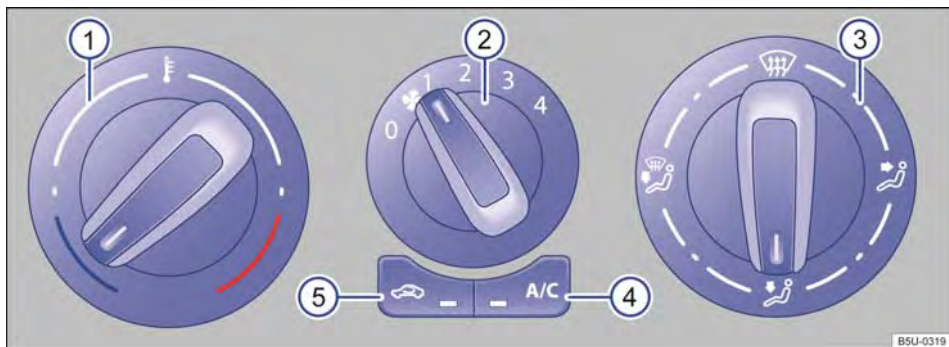

Fig. 80 Comandos do ar-condicionado.
- *Ar-condicionado*: girar o regulador do ventilador para o nível 0 → Fig. 80 (2).
- *Ar-condicionado*: girar o regulador rotativo esquerdo → Fig. 80 (1) para regular a respectiva temperatura.
- *Ar-condicionado*: girar o regulador do ventilador → Fig. 80 (2).
No modo de recirculação de ar, não chega ar externo ao interior do veículo → Fig. 80.
- *Ar-condicionado*: girar o regulador da direita → Fig. 80 (3) para posição desejada.
- Girar o botão da distribuição de ar → Fig. 80③ para a posição ☼, nesta posição o modo de recirculação de ar é automaticamente desligado.
- Girar o botão do ventilador ② no nível 3 ou 4.
- Girar o botão da temperatura ① para a posição desejada.